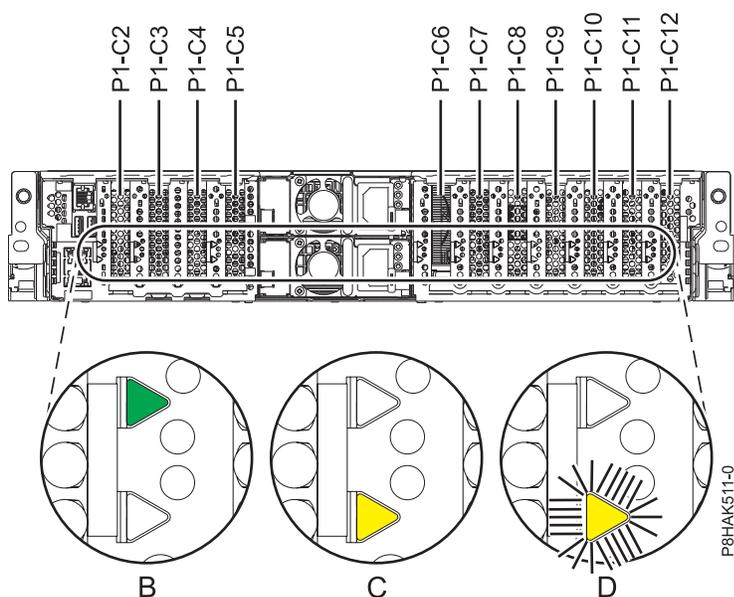

Figure 32. Emplacements des cartes PCIe et emplacements des voyants sur le système 5148-21L, 5148-22L, 8247-21L, 8247-22L, 8284-21A ou 8284-22A
Si vous intervenez sur une carte PCIe défectueuse, recherchez le voyant orange qui clignote sur cette carte PCIe pour identifier le composant défectueux. Voir la section figure 32, à la page 51 qui décrit les états des voyants. Notez que le voyant jaune correspondant à la carte PCIe défectueuse **clignote**, comme illustré dans (D) dans la figure 32, à la page 51.
- Avvertissement :** Si la carte PCIe fonctionne normalement, le voyant d'activité est **fixe** (vert) et le voyant d'erreur est **éteint** (orange), comme illustré dans (B) dans la figure 32, à la page 51. Ne tentez pas de retirer la carte PCIe en cours de fonctionnement.